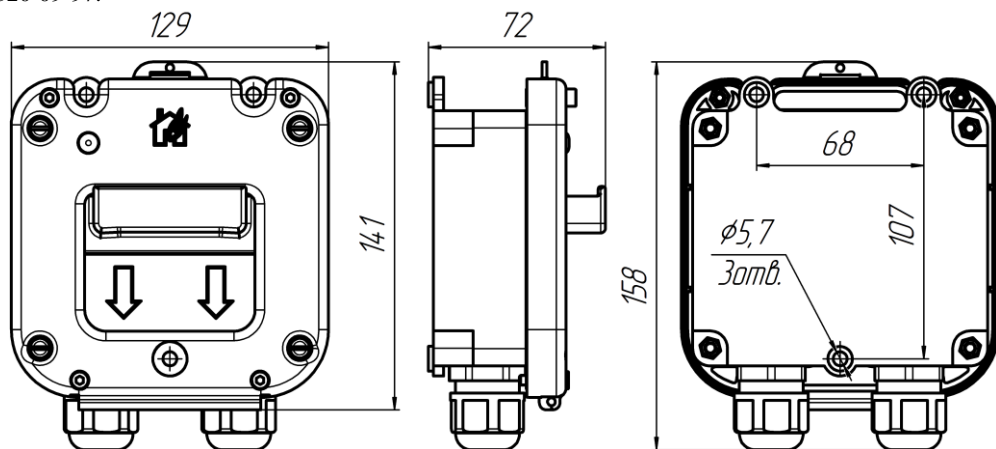

Рис.3. Габаритные размеры устройства
2.5. Конструктивно устройство состоит из пластикового корпуса, основание которого с электронным блоком закрепляется на стене помещения. Затем лицевая панель с приводным элементом шурупами крепится к основанию. Корпус оборудован герметичными кабельными вводами в количестве 2 шт. для подведения проводников сечением до 1,5 мм2. Элементы конструкции устройства показаны на рис.1. Габаритные размеры устройства показаны на рис.3.